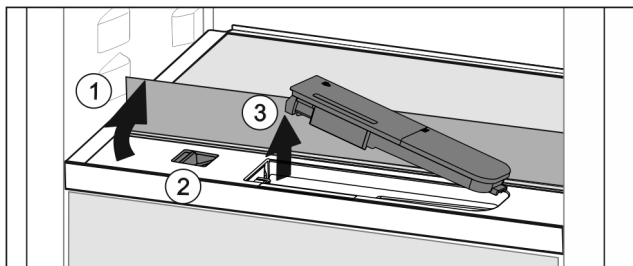

Fig. 104
- ▶ Podnieść płytę szklaną i złożyć ją z powrotem, aż do oporu Fig. 104 (1).
- ▶ Przesunąć suwak Fig. 104 (2) w lewo.
- ▶ Wyjmowanie zbiornika wody Fig. 104 (3).